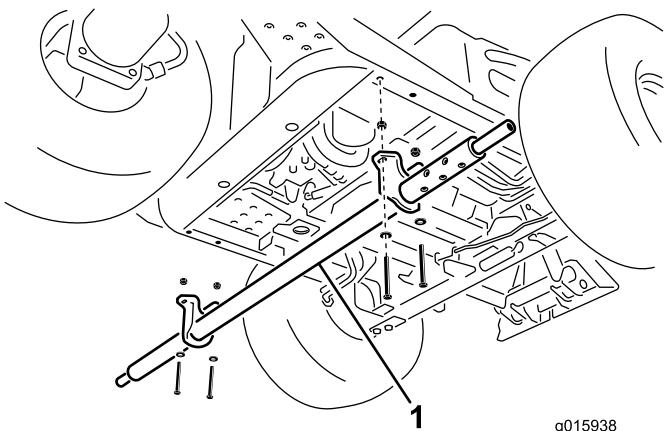

Figura 11
1. A partir do lado esquerdo da máquina, deslide o conjunto do tubo transversal sob a máquina, alinhando os furos de suporte de montagem com os furos em cada tubo de estrutura (Figura 11).
2. Prenda os suportes de montagem do tubo transversal aos tubos da estrutura com 4 parafusos (3/8 x 3 pol.), anilhas planas e porcas de bloqueio (3/8 pol.) (Figura 11).